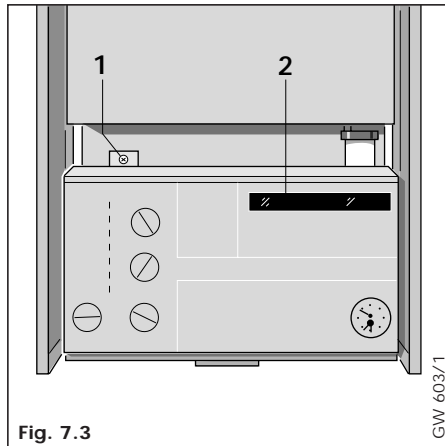
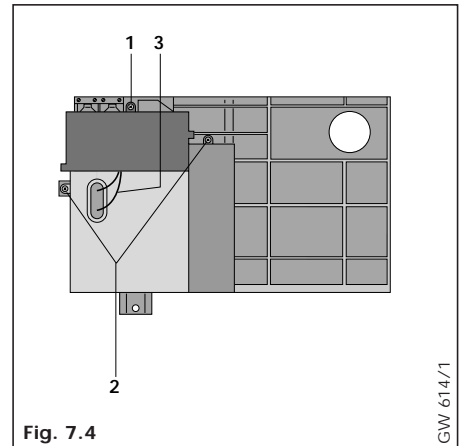
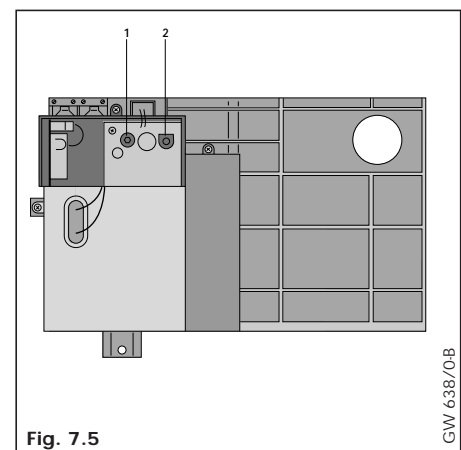

Fig. 7.3
Fig. 7.4
Fig. 7.5
- Retire el tornillo (1, fig. 7.3) y el panel de mandos inferior.
- Retire el tornillo (1, fig. 7.4) y la tapa de la caja de conexiones, con lo que tendrá acceso al potenciómetro de potencia nominal (2, fig. 7.5).
- En estos momentos es posible modificar la potencia nominal reajustando el potenciómetro con ayuda de un destornillador (2, fig. 7.5).
- Enrosque el tornillo de la cubierta (1, fig. 7.4), después de realizado el ajuste, y sujete de nuevo el panel de mandos (1, fig. 7.3).